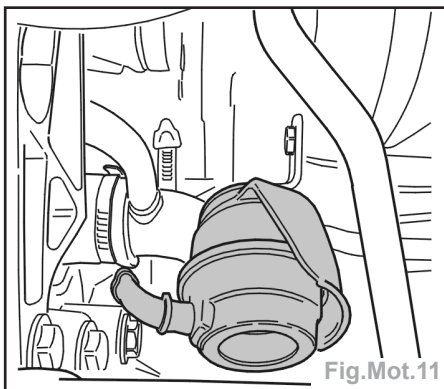

Fig.Mot.11
- le flexible du régulateur de turbo (Fig. Mot.11).